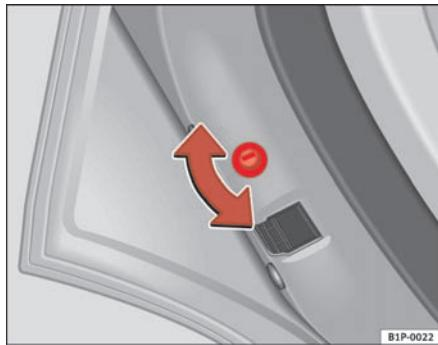
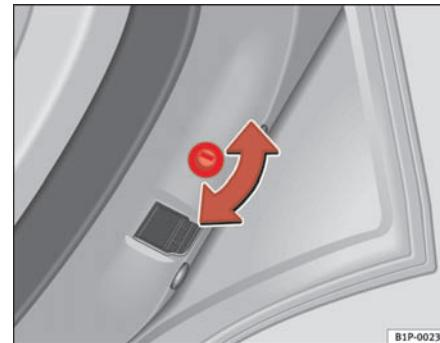

Fig. 43 Seguro para niños de la puerta izquierda
Fig. 44 Seguro para niños de la puerta derecha
- Con la puerta abierta, gire la ranura con la llave del vehículo en sentido anti-horario para puertas izquierdas y horario para las puertas derechas. ⇒ fig. 43, ⇒ fig. 44.
- Con la puerta abierta, gire la ranura con la llave del vehículo en sentido anti-horario para puertas derechas y horario para las puertas izquierdas. ⇒ página 80, fig. 43, ⇒ página 80, fig. 44.